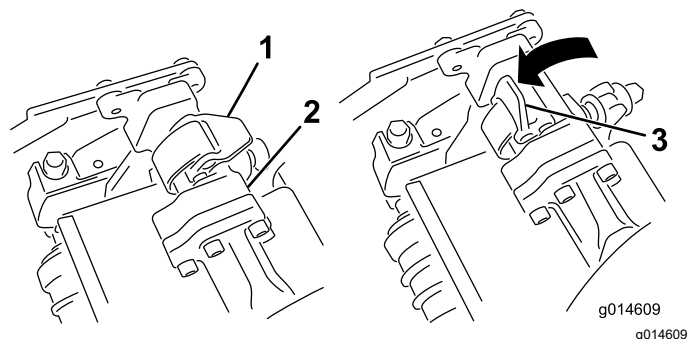
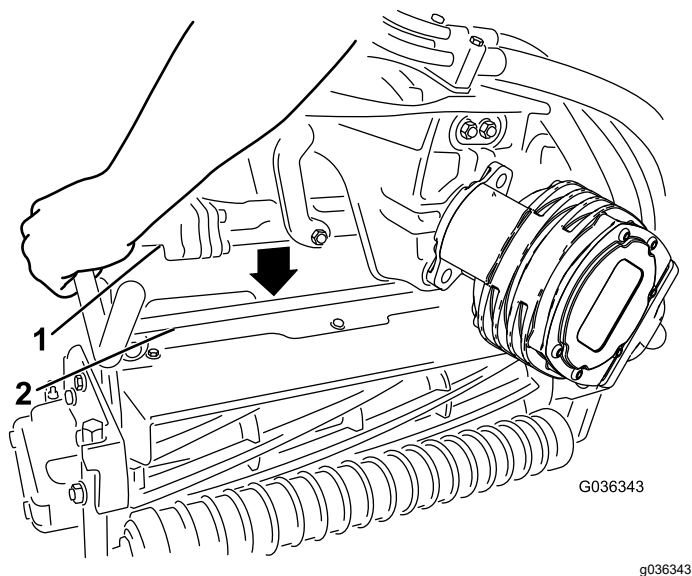

Figura 62
Figura 63
4. Aprite i fermi sulla barra del braccio di sospensione (Figura 62) e spingete verso il basso il braccio di sospensione in modo tale che la barra si inserisca sopra entrambi i bracci orientabili sull'apparato di taglio e assicuratevi che i fermi si trovino sotto la barra trasversale dell'apparato di taglio (Figura 63).
5. Chiudete i fermi spostandoli verso il basso e attorno alla barra dell'apparato di taglio, quindi bloccateli in posizione (Figura 62).
6. Aprite i fermi sulla barra del braccio di sospensione dell'apparato di taglio che state rimuovendo (Figura 62).